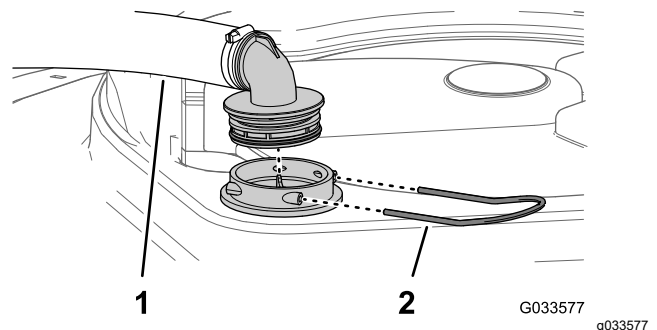

Figura 58
2. Na parte superior do tanque do pulverizador, remova o retentor que prende o encaixe da mangueira ligada à mangueira grande do compartimento do filtro (Figura 58).
3. Remova a mangueira e o encaixe da mangueira do compartimento do filtro (Figura 58).